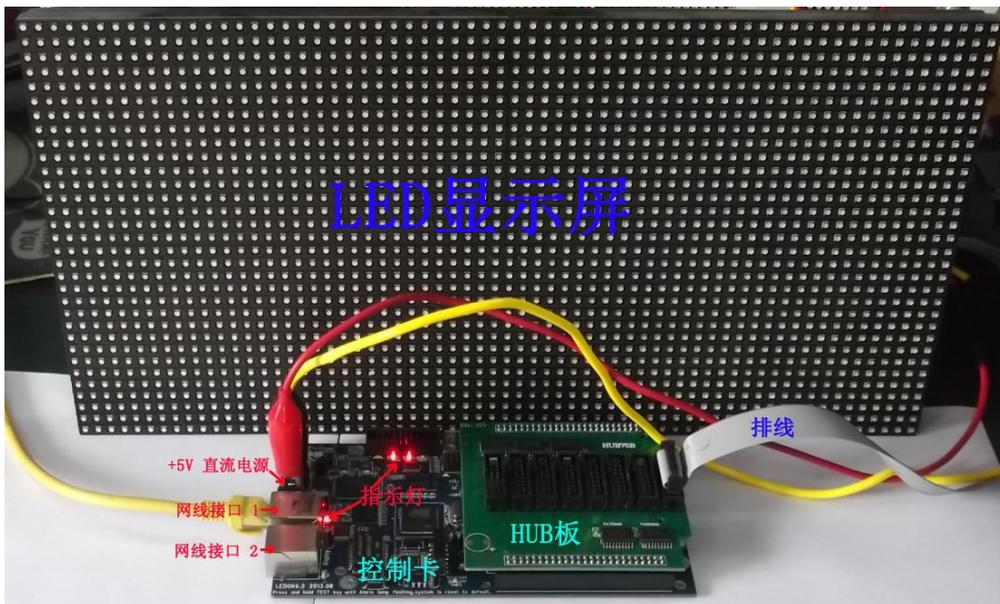

图 1
如图 1 所示
- (1) 将 Hub 板扣在控制卡上，注意插口要插紧；
- (2) 用排线将 Hub 板的 J1 口与显示屏的输入端相连；注意排线的连接；
- (3) 接入电源线和网线；
- (4) 接通电源后，控制卡上的电源指示灯、网络指示灯和运行灯亮起，运行灯匀速闪烁，表明控制卡正常运行。图 1 是硬件连接图。